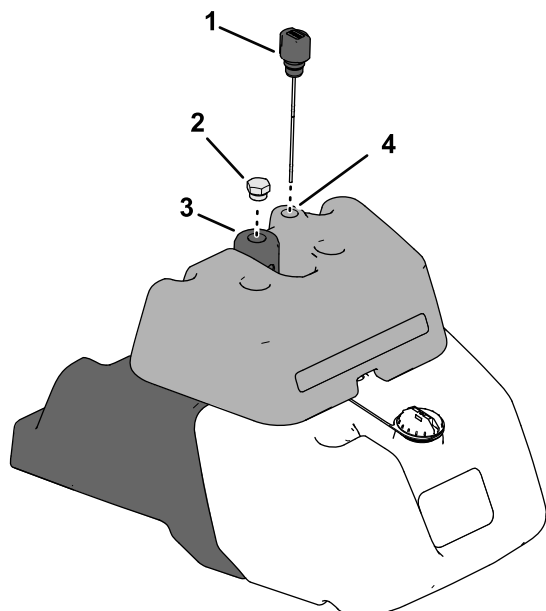

Рисунок 38
2. Проверьте уровень гидравлической жидкости, для этого найдите измерительный щуп гидравлической системы в верхней части бака системы обнаружения утечек (Рисунок 38).